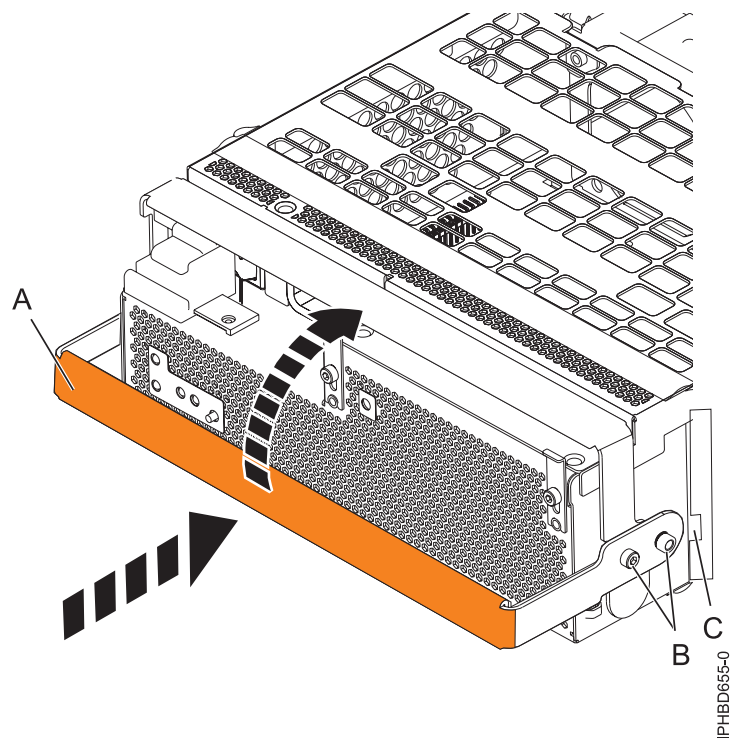

Figura 79. Substitució d'una font d'alimentació
11. Per substituir la font d'alimentació, amb la nansa de bloqueig (A) en posició oberta, empenyeu la font d'alimentació dins la unitat d'expansió com es mostra a la Figura 79 a la pàgina 121.
12. Tanqueu la nansa de bloqueig (A) fins que la font d'alimentació quedi fixada en la seva posició.